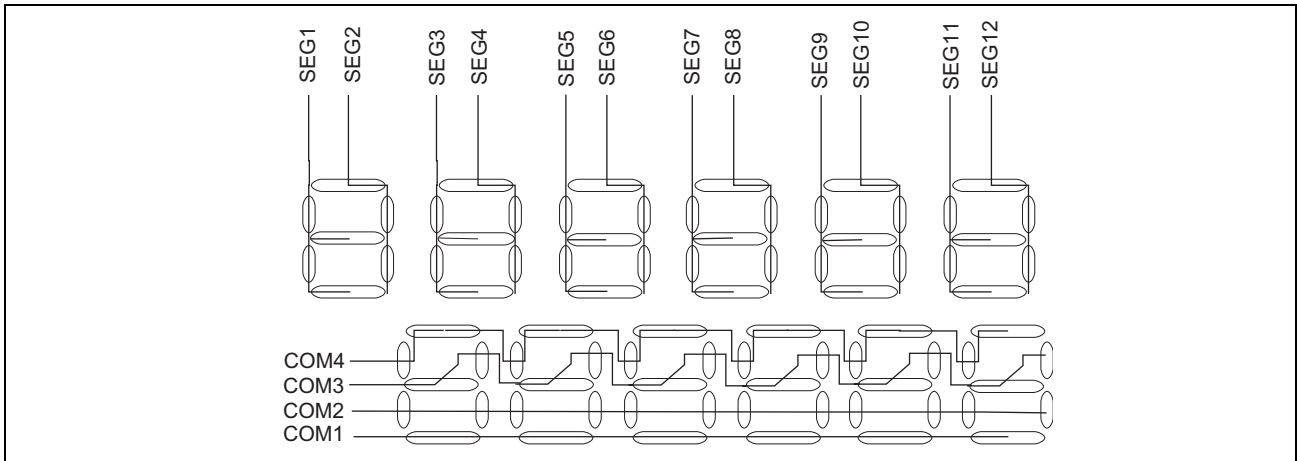

图 3 本例子使用的 6 位 7 段 LCD 的段信号和公共信号的连接图
(4) 本例子使用 6 位 7 段 LCD 进行 1/4 占空比驱动的液晶显示。本例子使用的 6 位 7 段 LCD 的段信号和公共信号的连接图如图 3 所示。